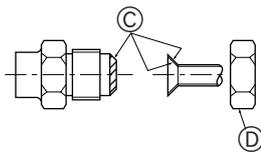

Fig. 4-1
4.2. Connexion des tuyaux (Fig. 4-1)
- Appliquer un film mince d'huile réfrigérante sur la surface du tuyau et du support du joint avant de serrer l'écrou évasé. (A)
- Utiliser deux clés pour serrer les connexions des tuyaux. (B)
- Appliquer de l'huile réfrigérante sur toute la surface évasée du fond. (C)
- Utiliser les écrous évasés correspondant aux tailles de tuyaux suivantes. (D)
- (A) (Fig. 4-1)
- (B) (Fig. 4-1)